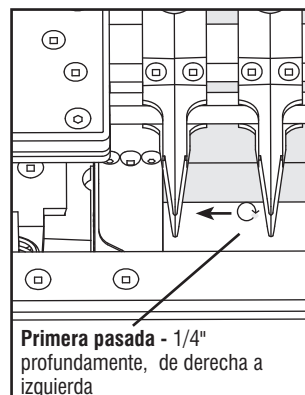
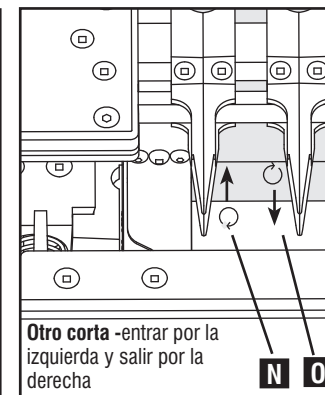
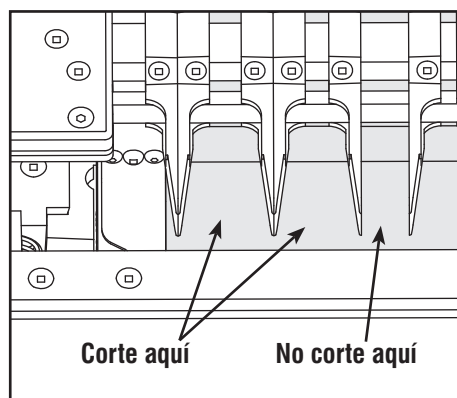
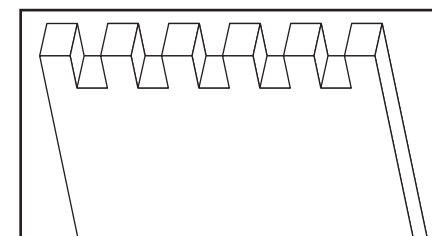

Fig. 110
Fig. 111
Fig. 112
Fig. 113
9. Para reducir el desprendimiento, la primera pasada (Fig. 110) por cada área de corte debe realizarse de derecha a izquierda. Sólo hace falta un corte pequeño, cuyo espesor no supere los 6,4 mm (1/4"), por ejemplo. Para los cortes subsiguientes (Fig. 111), la rebajadora debe entrar por la izquierda (N) Fig. 112 y salir por la derecha (O). Proceda hasta completar el corte; el corte final debe ser similar al de la Fig. 113.
NOTA: Corte sólo entre las esquinas redondeadas, no entre los bordes angulares, como se muestra en las Fig. 112.